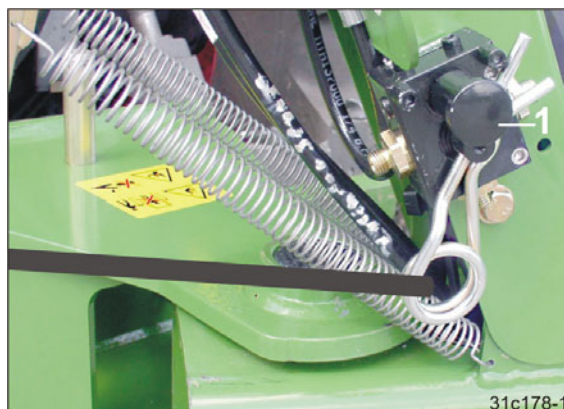

Fig. 143
- 3.1 Betjen ventil (Fig. 143/1). På den måde tømmes hydrobeholderen.